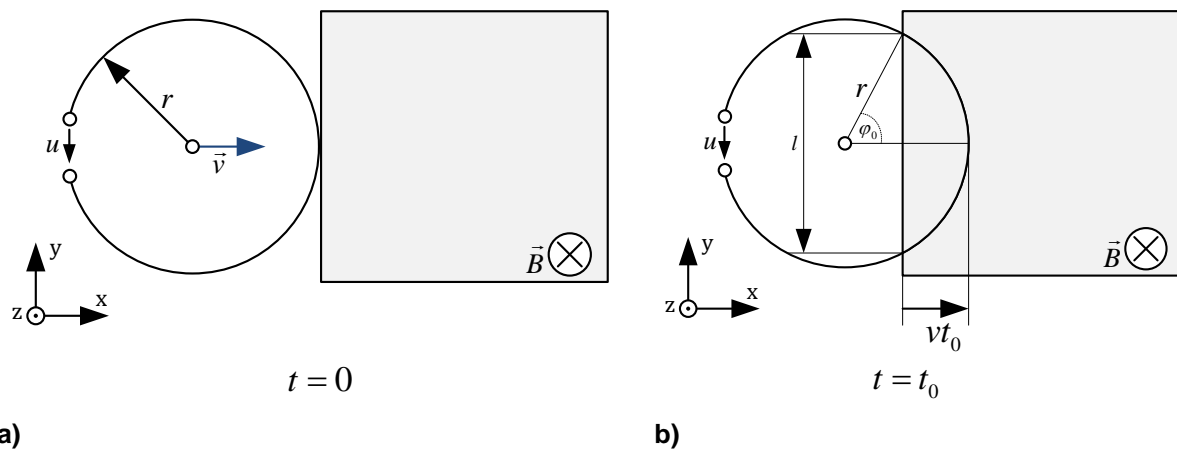

Fig. 2: Eintauchen einer kreisförmigen Leiterschleife in ein Magnetfeld
Eine kreisförmige Leiterschleife mit dem Radius r bewegt sich mit der konstanten Geschwindigkeit $\vec{v} = v_0 \vec{e}_x$ in positive x-Richtung und tritt zum Zeitpunkt $t = 0$ in ein homogenes Magnetfeld mit der Flussdichte $\vec{B} = -B_0 \vec{e}_z$ ein (siehe **Fig. 2**). Der eingezeichnete Winkel φ_0 beschreibt in Polarkoordinaten, wie weit die Schleife in das Magnetfeld eingetreten ist.
- Welche Polarität hat die in der Schleife induzierte Spannung $u(t)$ (Bezugssinn wie in **Fig. 2**)? Für welches Zeitintervall ist $u(t)$ von Null verschieden? Skizzieren Sie $u(t)$ qualitativ.